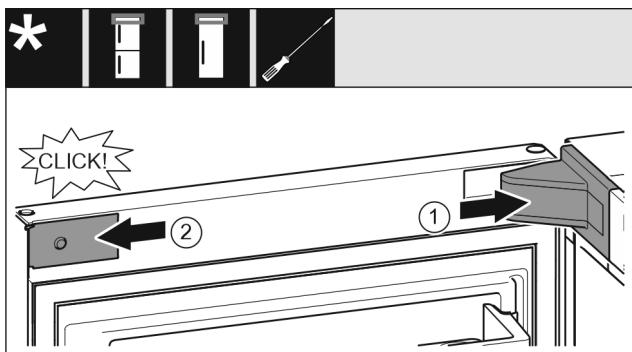

Fig. 23
- Lagerbockabdeckung Fig. 23 (1) aufsetzen und einrasten, ggf. vorsichtig auseinanderdrücken.
► Blende Fig. 23 (2) seitlich ansetzen und einrasten.